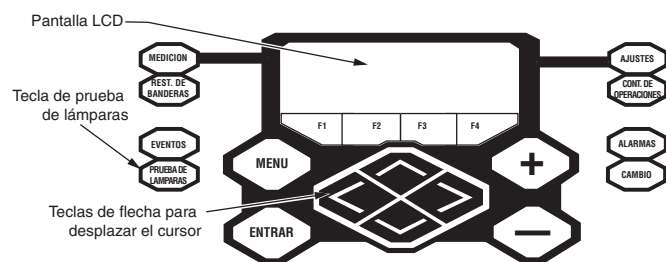

Figura 35.
1. Verifique el estado funcional de todas las luces indicadoras manteniendo pulsada la tecla PRUEBA DE LÁMPARAS por dos segundos en el tablero de programación (Figura 35).
Nota: Avance por los mensajes en la pantalla LCD oprimiendo las teclas de flecha Y y / para desplazar el cursor, ubicadas debajo de la pantalla LCD en el tablero de programación (Figura 35).